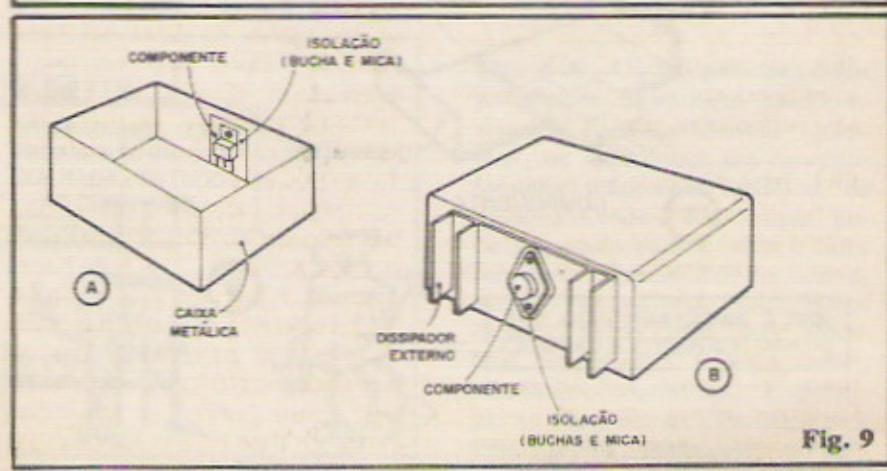

Fig. 9
- FIG. 9-A - Respeitados os assuntos ligados à isolação (bucha, mica, etc.), se a própria caixa do
- FIG. 9-B - Uma variação da solução mostrada em 9-A... Nesse caso (geralmente também usado com caixas metálicas ou de plástico bastante resistente ao calor...) um dissipador, de grandes proporções, é **externamente** acoplado ao **container**, obtendo-se com isso uma excelente ventilação e transferência térmica, sem "congestionar" o interior da caixa. Quase sempre, nessa solução, o próprio componente cujo calor queremos ver dissipado, também é montado externamente, através dos citados cuidados de isolamento, com buchas de nylon, lâmina de mica, pasta térmica de silicone, etc. É uma solução de **design** muito utilizada em fontes de alimentação "pesadas", de bancada, ou mesmo em amplificadores de áudio poderosos, para uso automotivo...
- FIG. 10 - As soluções mostradas na fig. 9 facilitam muito o aspecto importante da ventilação, já que toda a parte irradiante fica **fora** da caixa. Esse aspecto, contudo, não pode ser esquecido, nos casos em que o sistema de dissipação continua "embutido" no **container**... Observar as seguintes necessidades: a caixa, quase que obrigatoriamente, deverá ser dotada de fu-